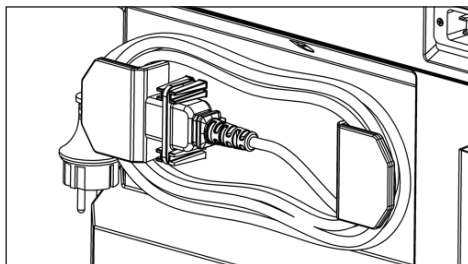

Fig. 6: Opbergpositie van de kabel
- ▶ Berg de kabel op in de opbergstand (Fig. 6). Zet de stekker vast met de meegeleverde kabelklem.